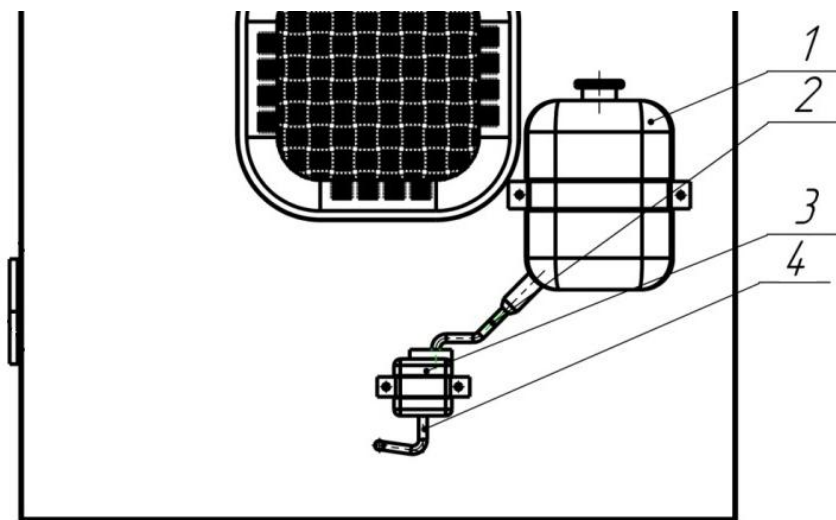

Рис. 1
5.3. Заполните теплой водой основной бачек влажности (поз. 1. Рис. 1)
Работа механизма подачи воды в ёмкость для увлажнения работает по принципу сообщающихся сосудов. Основной бачок полностью герметичен (за счёт разницы атмосферного давления и давления в основном бачке) при условии что шланг (поз. 2 Рис. 1) находится ниже уровня воды в бачке (поз. 3 Рис. 1). При снижении уровня воды в ёмкости для увлажнения происходит снижение уровня воды в бачке (поз. 3 Рис.1) что приводит к тому что шланг (поз. 2 Рис. 1) оказывается выше уровня воды в бачке и как следствие разгерметизации основного бачка через шланг (поз. 2 Рис. 1) (происходит выравнивание давления в основном бачке с атмосферным) в результате чего происходит долив воды в бачок (поз. 3 Рис. 1). Поэтому несоблюдение последовательности операций при доливке может привести к утечке воды из основного бачка.